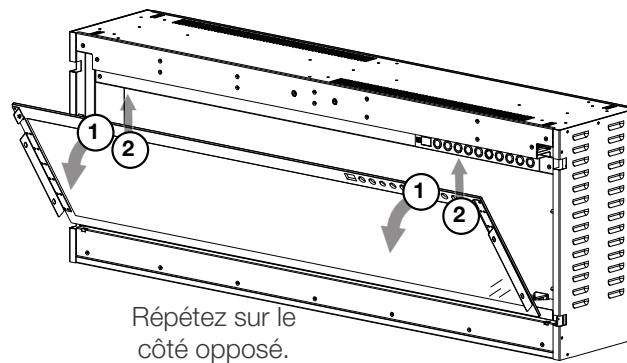

Fig. 4-4
- Demandez à 2 personnes de soulever le verre avant vers le haut puis vers l'extérieur en le pivotant loin des panneau latéraux (**Fig. 4-4**). Placez le verre avant face vers le bas sur une surface doux et non-abrasive.